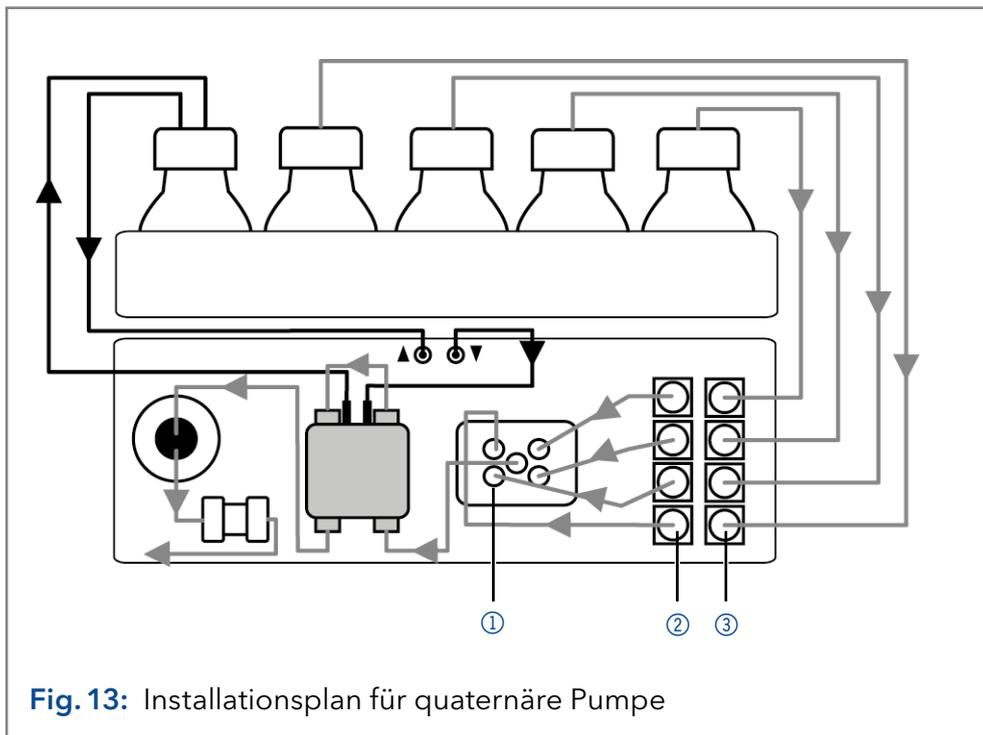

Fig. 13: Installationsplan für quaternäre Pumpe
Der Degasser-Auslass ② ist werkeutig bereits mit dem Ventilblock verbunden ① (siehe Fig. 13).